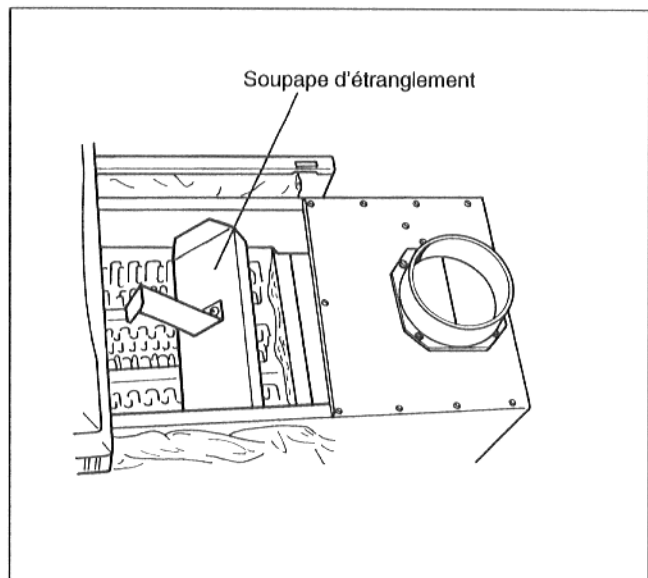

Fig. 43 Nettoyage par pulvérisation
- Enlever la soupape d'étranglement de l'échangeur thermique (Fig. 43).
- En cas de dépôt important, brosser l'intérieur des conduites de gaz (Fig. 43).